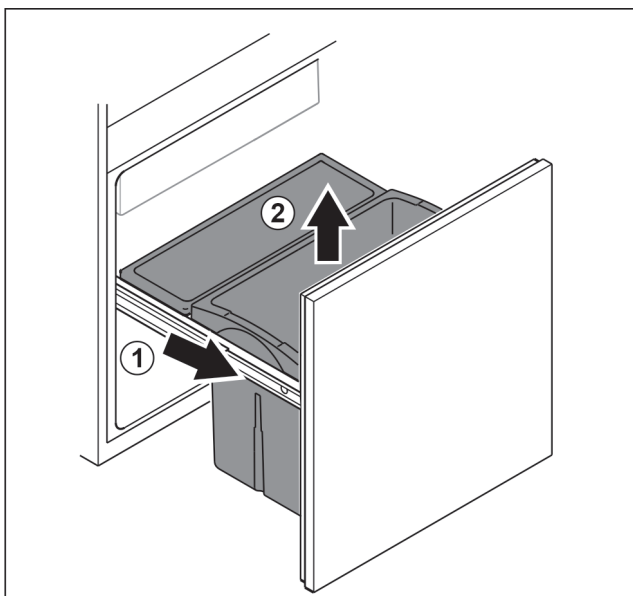

Fig. 98
- ▶ Вытяните выдвижную тележку до упора. Fig. 98 (1)
- ▶ Извлеките выдвижной ящик движением вверх. Fig. 98 (2)